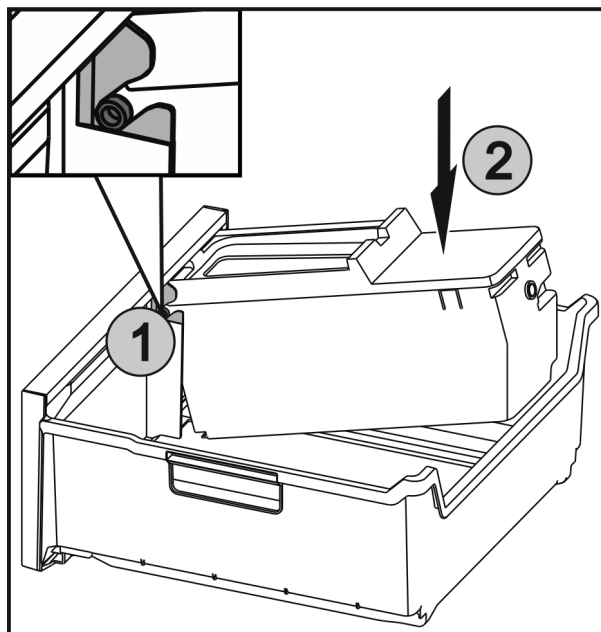

Fig. 43
- ▶ Umetnite osovine Fig. 43 (1) na EasyTwist-Ice-u u vodilice i prisnite stražnju stranu Fig. 43 (2) dok se spojnicu ne uglati.